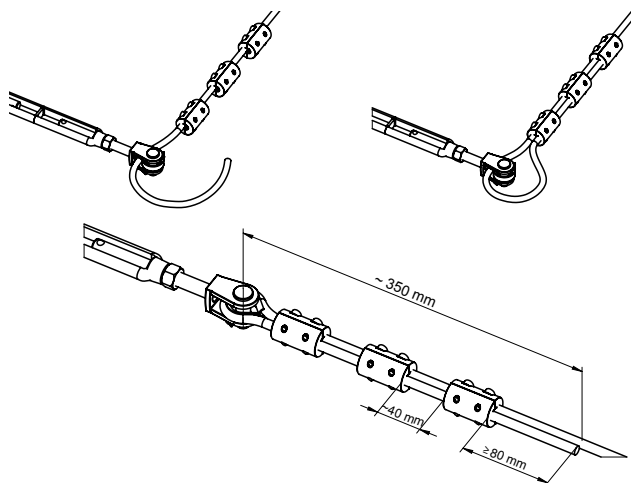

fig. 2.11:
- Ligue as 3 presilhas de cabo e um engate para criar um laço no lado do tensor (**fig. 2.11**). A distância entre cada braçadeira de cabo deverá ser de aprox. 40 mm.